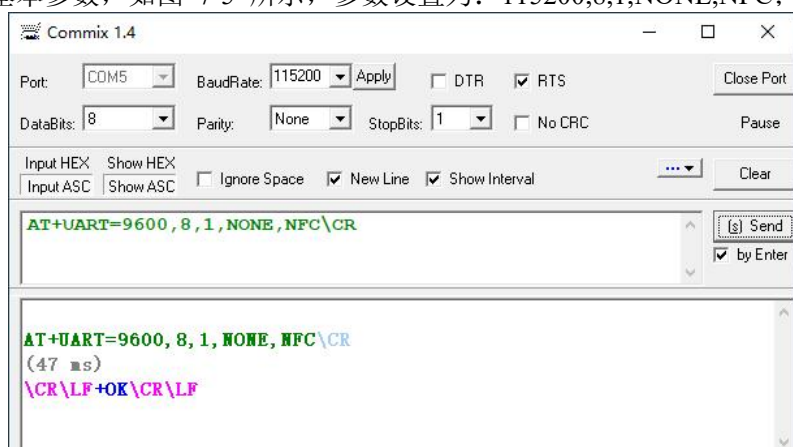

图 7-5 串口参数设置界面
- (1) 设备进入 AT 指令模式，具体方法参考 4.2 内容；
(2) 设置串口基本参数，如图 7-5 所示，参数设置为：115200,8,1,NONE,NFC；